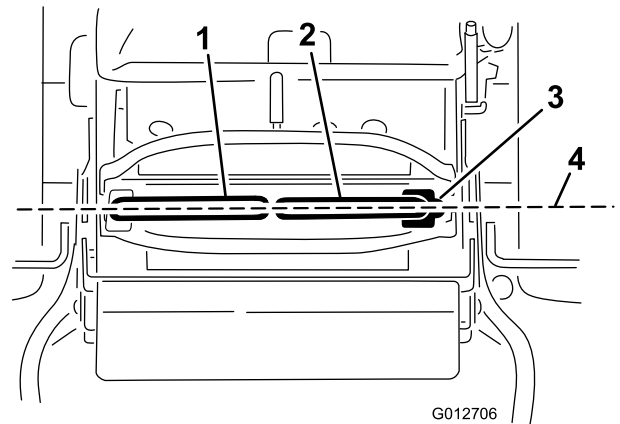

Figura 70
Importante: Certifique-se de que o alinhamento do cortador está correto após o ajuste das alavancas de controle de movimento. O ajuste do alinhamento e o alinhamento das alavancas de controle de movimento da parte dianteira para a traseira é o mesmo procedimento (Figura 70).
1. Depois de ter concluído o alinhamento horizontal, verifique o alinhamento entre a frente e a traseira empurrando ligeiramente as alavancas de controle para a frente para detetar alguma folga nas ligações das alavancas de controle (Figura 70).